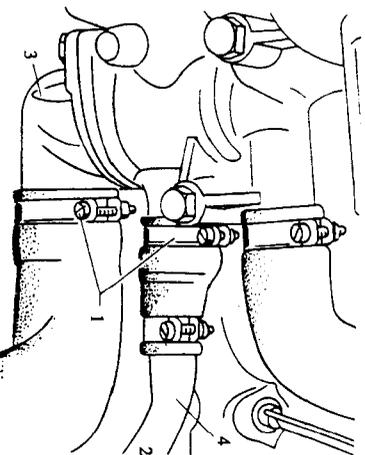
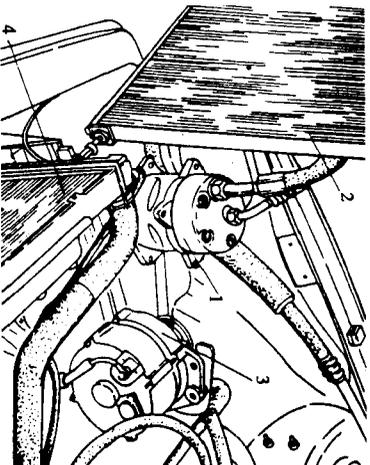

图 1-5 冷却液的放出
图 1-6 空调装置的拆卸
(1) 放出冷却液。如图 1-5 所示,打开膨胀箱盖,松开卡箍 1, 拔下水管 2。
(2) 取下冷却液软管。
(3) 拆下冷凝器 2 和压缩机 1,如图 1-6 所示。